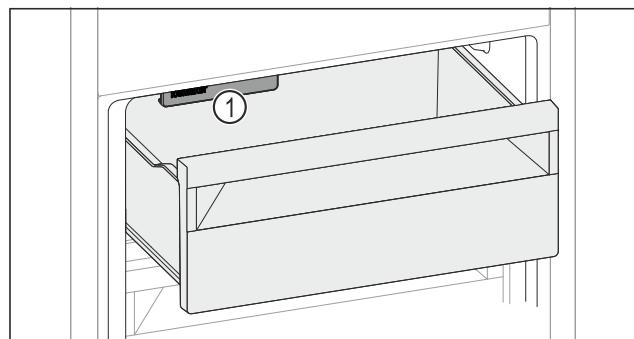

Fig. 155
- Prihladijte na IceMaker Fig. 155 (1).